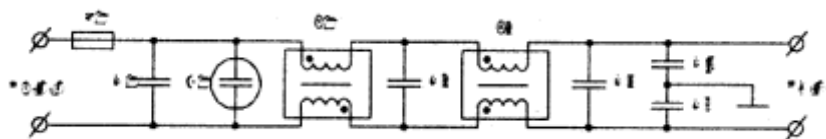

Рис. 4. Схема заградительного фильтра
*Входной фильтр.* Типовая схема заградительного фильтра источника питания системного модуля (рис. 4) включает элементы, предназначенные для подавления синфазной и дифференциальной составляющей помехи. На входе фильтра включен конденсатор C1, далее напряжение питания сети переменного тока подается на блок питания системного модуля через сетевой индуктивно-емкостной фильтр. Конденсатор C2 и дроссель L1 с соответствующим (встречным) включением обмоток снижают дифференциальную составляющую помехи. Дроссель L2, конденсаторы C3...C5 подавляют обе составляющие помехи. Защита по току осуществляется предохранителем F1, который ограничивает ток нагрузки на уровне не более 1,25 номинального значения, а от превышения напряжения в сети (перенапряжения) осуществляется варистором Z1. При повышении напряжения питающей сети выше некоторого уровня сопротивление элемента Z1 резко уменьшается, вызывая срабатывание предохранителя. В качестве ограничителя пускового тока, а также для плавного заряда конденсаторов емкостного фильтра высоковольтного выпрямителя могут использоваться термисторы с отрицательным температурным коэффициентом.